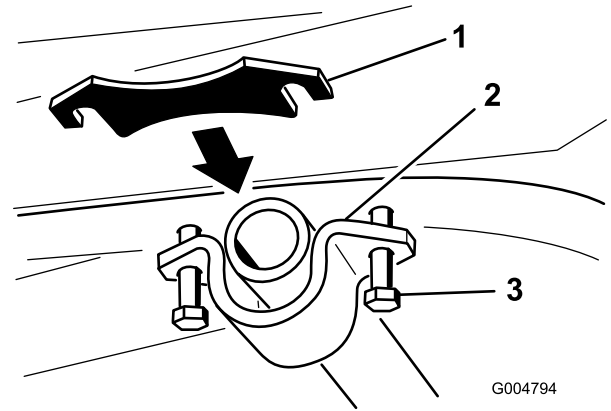

図 21
6. 必要なシムを図 21 のように組み付ける。ピボット・チューブ・ブラケットを固定しているボルトをゆるめると、フレームとピボット・チューブ・ブラケットの間にすき間をつくることのできる。シムを取り付けたら、必要なすべての締め付けを行う。